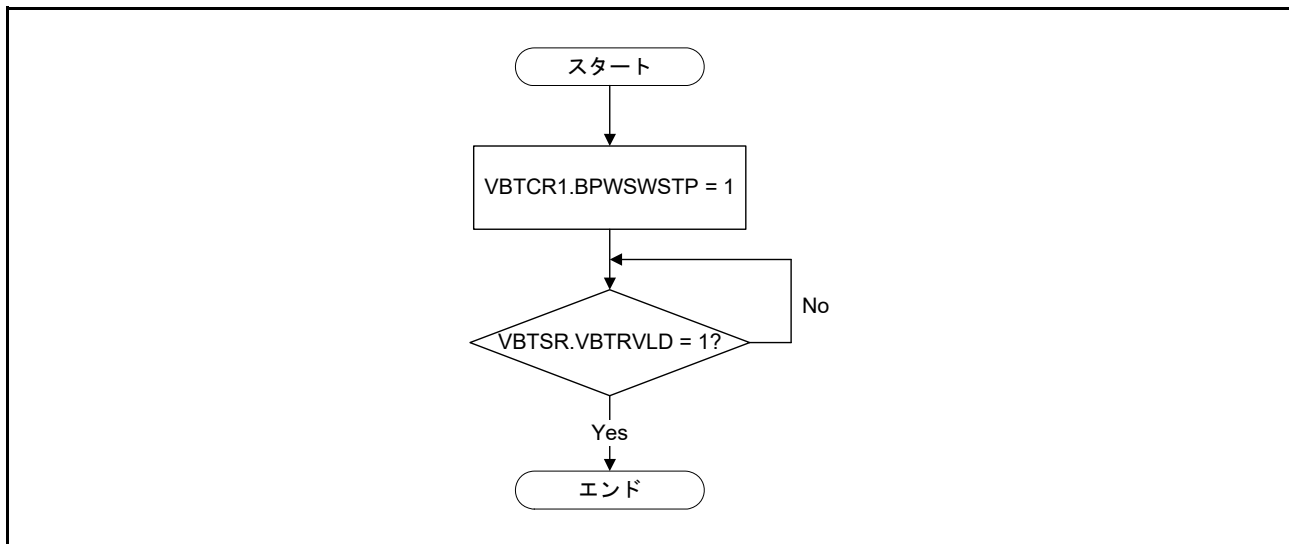

図 12.2 VBTCR1.BPWSWSTP ビットの設定フロー
- 注 . VBATT 機能を使用するか否かにかかわらず、パワーオンリセット後は、VBTCR1.BPWSWSTP ビットを 1 にする必要があります。VBTCR1.BPWSWSTP ビットの設定フローが、図 12.2 に示されています。また、VBATT 機能を使用する際は、他の関連レジスタの設定後に、VBTCR1.BPWSWSTP ビットをクリアする必要があります。
注 . 図 12.2 では、VBATSR.VBTRVLD ビットが 1 でない場合、ループを抜け出すために VBATT_POR のリセット時間 tVBATPOR (「48. 電気的特性」を参照) を必要とします。